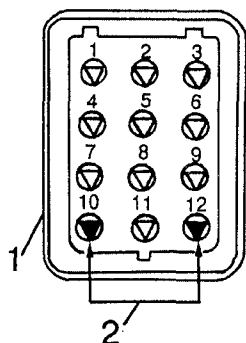

Рис. 44. Диагностический разъем:
- отдельным проводом соединить выводы диагностической розетки согласно рис. 44. Розетка установлена в моторном отделении на щитке передка с правой стороны.